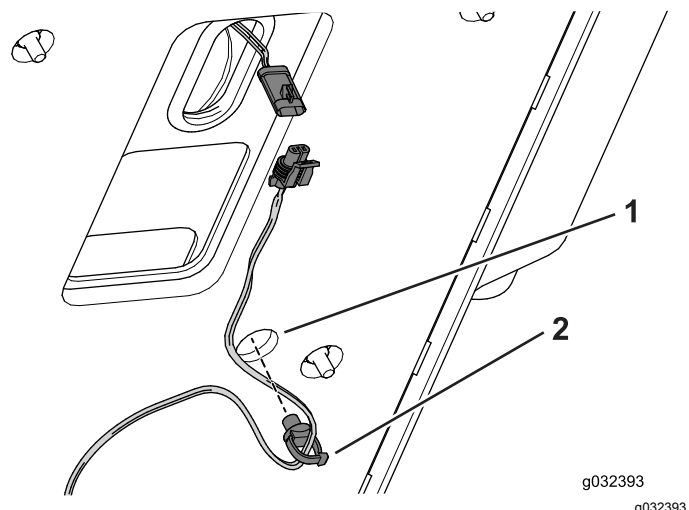

図 7
6. 運転デッキの底部にワイヤクリップを取り付ける 図 7。
7. ワイヤハーネスにシートスイッチを接続する 図 7。